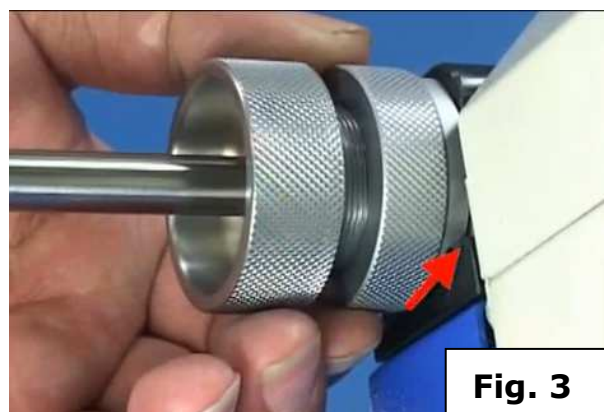

Fig. 3
- Insérez le mandrin avec le foret dans le guide d'ajustement, se tournant légèrement vers le guide d'ajustement (2). (Fig. 3)